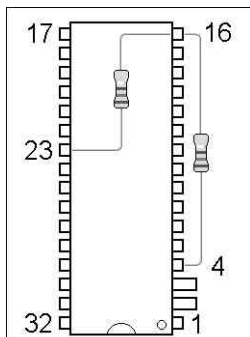

图4 用另一个120Ω电阻将BIOS芯片的第16和23引脚相连
6. 最后将扩展卡取下,用第二个120Ω电阻将BIOS芯片的第16和23引脚相连(图4)。